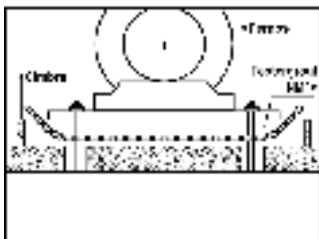

Fig. 1. Asentar maquinaria
- Asentar y nivelar cualquier tipo de maquinaria pesada, como: turbinas, bombas, compresoras, etc., sujetas a vibraciones moderadas (fig. 1)